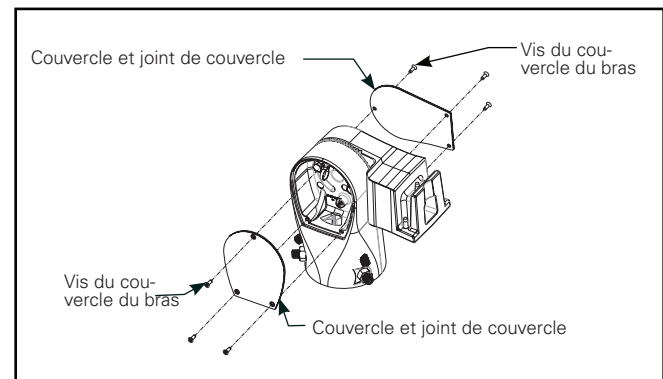

Figure 5.
2. Desserrez les six vis du couvercle de bras pour retirer les deux couvercles d'accès du bras. Conservez la quincaillerie (figure 5).